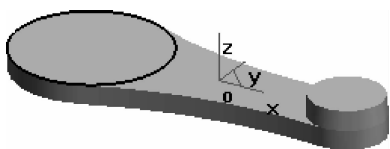

图 3-78 绘制大凸台的草图
(7)与绘制小凸台草图的步骤相同,拾取基本拉伸体上表面大圆的圆心和端点,完成大凸台草图的绘制,作图结果如图 3-78 所示。